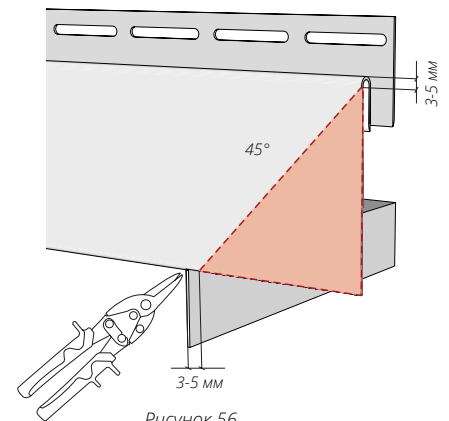
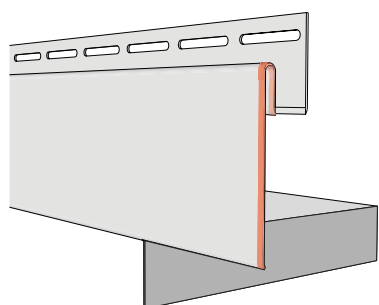
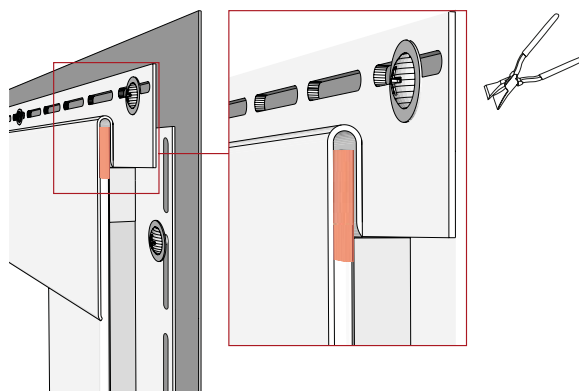

Рисунок 56
Рисунок 65
Рисунок 68
15.11 Если соединение околооконных планок нужно выполнить под углом 45° , верхнюю околооконную планку с обеих сторон нужно подрезать согласно (рис. 56).
- 15.15** После монтажа околооконные и финишные планки должны оставаться подвижными, независимо друг от друга. На рис. 65, 66, 67 показаны части, которые необходимо точно подогнать. На рис. 68 показана верхняя часть боковой околооконной планки, которую можно поджать, используя клещи прямые, чтобы в месте примыкания был более легкий ход. При резе верхней околооконной планки под углом 45° (рис. 56) использовать поджим не нужно.